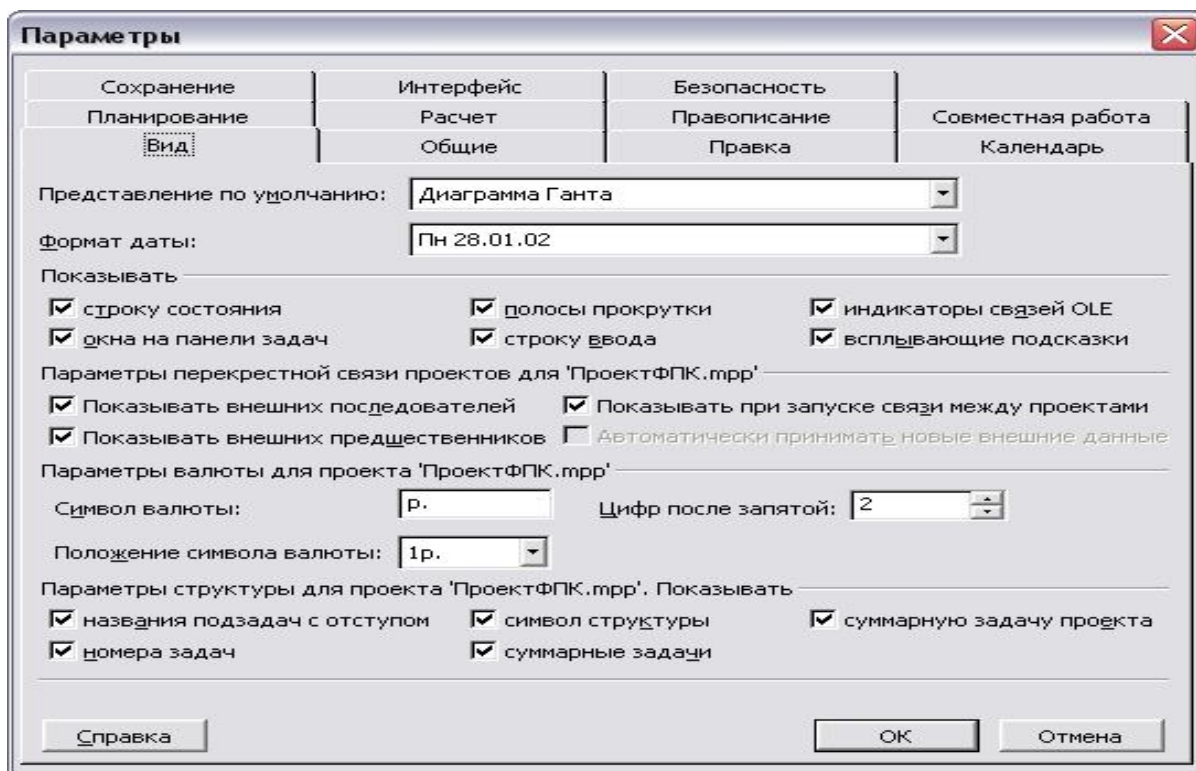

Рис.8. Вкладка *Вид* диалогового окна **Параметры**.
3. Перейти на вкладку **Вид** (**Сервис - Параметры – Вид**). Здесь устанавливаются параметры для управления основными элементами окна. Project (рис. 8) Обязательно установите флажок у опции *Номера задач* (программа будет сама проставлять номера и считать задачи), а также установите флажок для опции: *показывать суммарную задачу проекта*. Именно суммарная задача проекта отображает стоимость (бюджет) проекта.